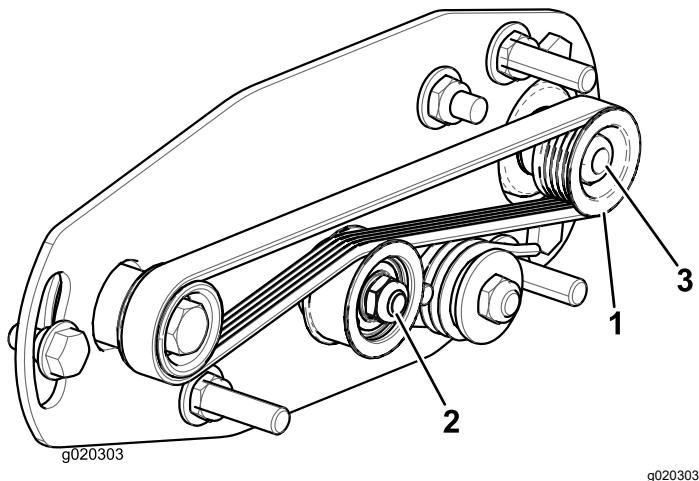
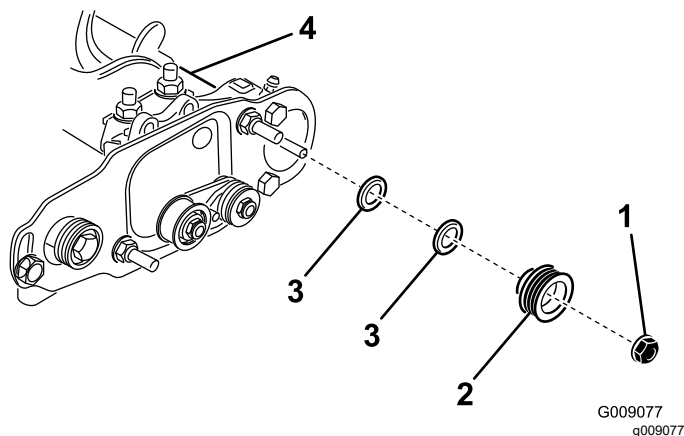

图 23
图 24
1. 从动皮带轮位于滚筒刷轴可以自由出入图 23。
2. 旋转滚刀会带动驱动皮带轮旋转把皮带从驱动皮带轮上撬下来图 23。
3. 卸下将从动皮带轮固定至刷轴的锁紧螺母图 23或图 24。
4. 从轴上卸下从动皮带轮图 24。
5. 如果皮带轮需要移出可添加 0.8mm 厚的垫圈图 24。